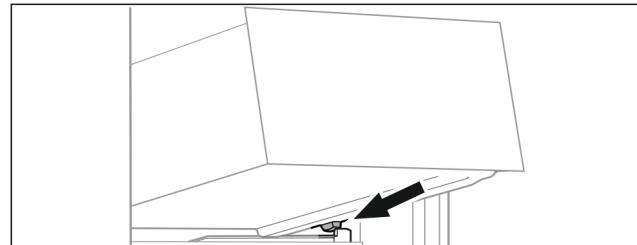

Fig. 26
► Nasaděte zásuvku šikmo za zarážky na žebrování na nádoby Fig. 26 (1).